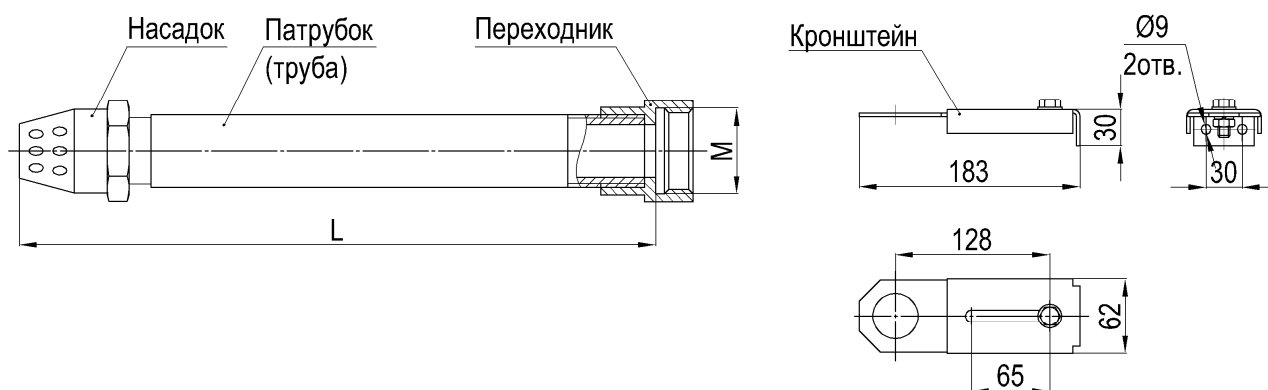

Рисунок 1 – Общий вид УВ
1.5 УВ заменяет распределительный трубопровод и состоит из патрубка (трубы), насадка, переходника и кронштейна для крепления УВ к стене (рисунок 1).